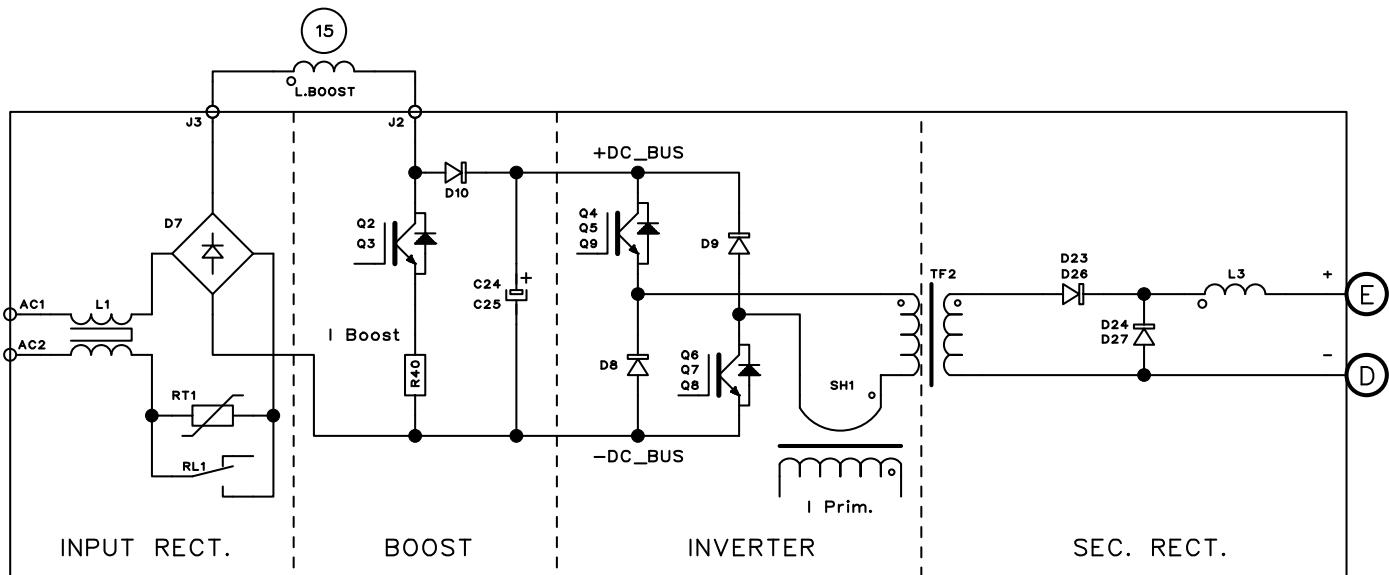

Fig. 2.3.1
Più precisamente nella scheda potenza (12) si possono identificare (Fig. 2.3.1):
- l'inverter ad igit, che genera la tensione alternata ad onda quadra per il trasformatore di potenza TF2, montato anch'esso sulla scheda potenza (12);